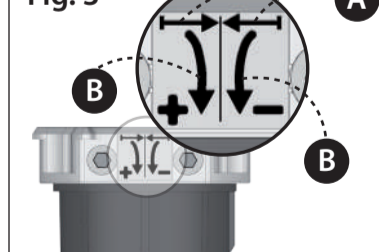

Fig. 3.2
3. Fissare l'avvolgibile/tenda al rullo quindi agendo sulla vite di regolazione inferiore ruotare in senso orario (-) oppure antiorario (+) per regolare esattamente la posizione di finecorsa "basso" (Fig. 3.2).
3. Fixing the shutter/awning at the tube and then turn the lower adjusting screw clockwise (-) or anticlockwise (+) in order to set the exact desired "down" position (Fig. 3.2).